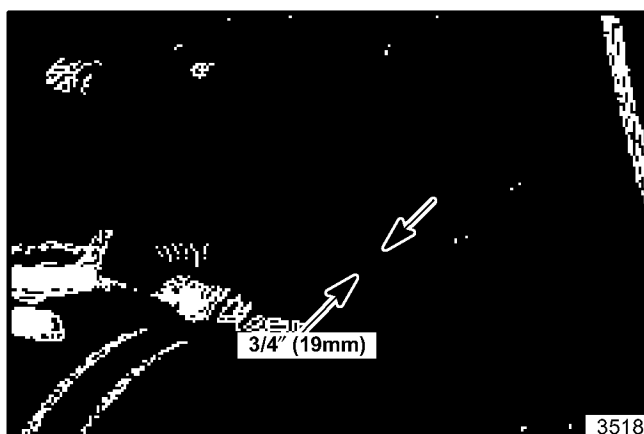

Figura 20. Espacio de la Correa del Enrollador
8. Enganche el embrague de propulsión del enrollador. Mida la distancia entre las correas de propulsión del enrollador y el borde anterior del tope para la correa del ensamble intermedio (vea la figura 20). La medida debe ser de 3/4" (19 mm). Si es necesario, vuelva a posicionar el motor hasta obtener la dimensión apropiada.